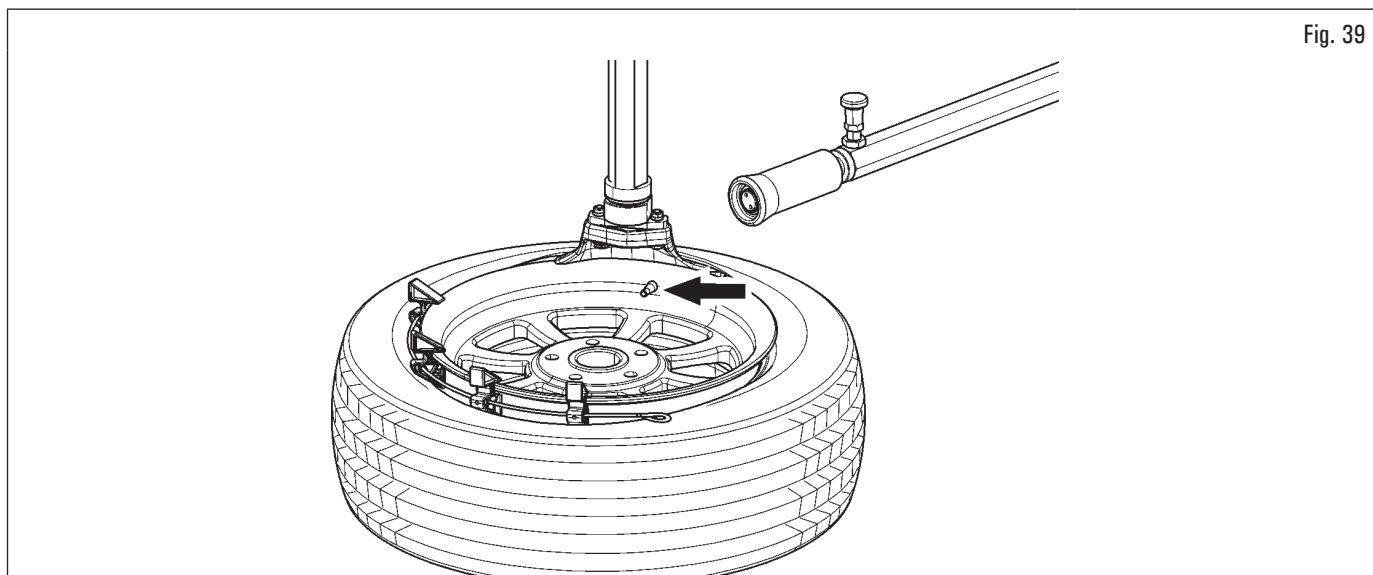

Fig. 39
5. a l'aide du levier approprié (Fig. 6 réf. 6) soulever le rouleau pousse-talon. À l'aide du poussoir approprié, relâchez le bras porte-outil et soulevez légèrement la tête outil, mais sans la positionner sur le bord de la jante. En appuyant sur la pédale de rotation, positionnez la soupape exactement devant la tête de l'outil (Fig. 39) ;